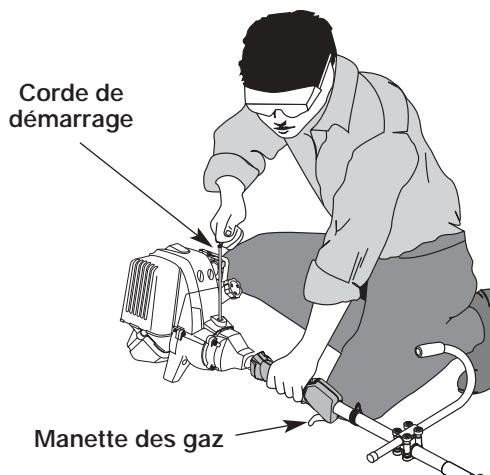

Fig. 12
AVERTISSEMENT : évitez tout démarrage accidentel. Tenez-vous en position de démarrage lorsque vous tirez sur la corde de démarrage (Fig. 12). L'opérateur et l'appareil doivent tous deux être en position stable pour éviter des blessures graves.
5. L'appareil étant prêt à démarrer (Fig. 12), **N'APPUYEZ PAS SUR LA MANETTE DES GAZ** et tirez brusquement sur la corde de démarrage 5 fois de suite. Si le moteur essaie de démarrer avant le cinquième tir, passez à l'étape 6.
1. Relâchez la manette des gaz (Fig. 12). Laissez le moteur refroidir au ralenti.